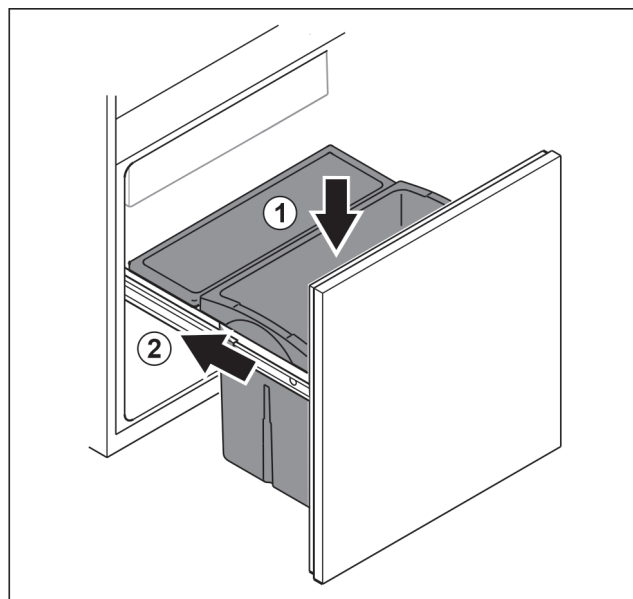

Fig. 101
- Inserire il cassetto dall'alto. Fig. 101 (1)
- Inserire il carrello spingendolo. Fig. 101 (2)